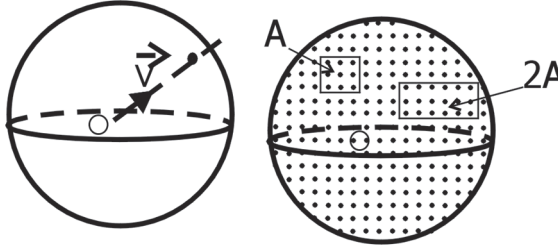

Figura 2.4: Representação geométrica da equivalência das direções.
6. Todas as direções das velocidades das moléculas são igualmente prováveis e a figura a seguir nos permite visualizar o significado dessa hipótese. Tomando como origem um ponto O , desenhamos todos os vetores velocidade, de todas as moléculas do gás, num instante t determinado. Consideramos a direção de cada um desses vetores e marcamos a interseção do vetor velocidade com a superfície de uma esfera centrada em O e de raio r . Se existe equivalência das direções das velocidades, a densidade desses pontos por unidade de área A da superfície esférica será constante (**Figura 2.4**).